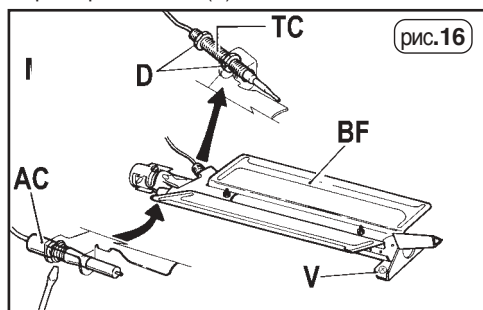
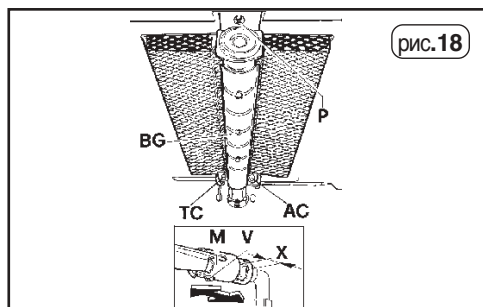

рис. 16
рис. 18
### ГОРЕЛКА ДУХОВКИ (см. рис. 16)
### ГОРЕЛКА ГРИЛЯ (см. рис. 18)
Горелки можно приспособить к различным типам газа путем установки форсунок, соответствующих тому типу газа, который используется. Для замены форсунки горелки духовки (BF) следует снять уже установленную форсунку, открутив винты (V) (см. рис. 16). Для замены форсунки горелки гриля (BG) следует снять уже установленную форсунку, открутив винты (P) (см. рис. 18). Для удобства установщика в таблице на стр. 12 приводятся значения мощности по теплу горелок, диаметр форсунок и рабочее давление для различных типов газа.